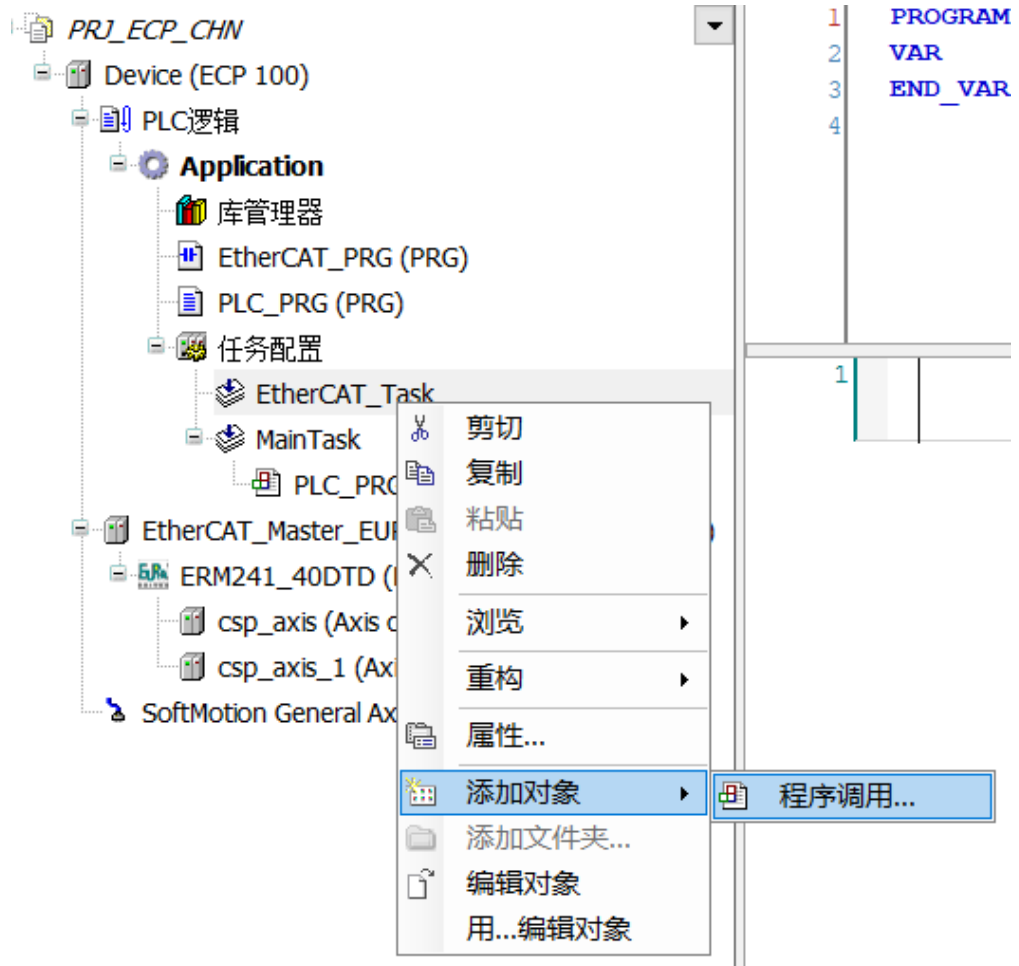

图 16 向任务中添加程序
2. 右键添加式，右击 EtherCAT\_Task，在右击菜单中找到 Add Object -> Program Call...，如图 16 所示。然后从弹出的对话框中选择 EtherCAT\_PRG。